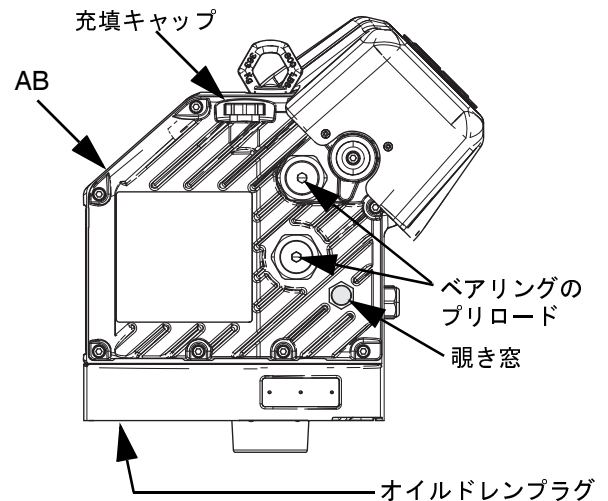

図 32: 覗き窓とオイル充填キャップ
3. オイルドレンプラグを取り外します。ドレンプラグの場所については図 32 を参照してください。ドライバー (AB) からすべてのオイルが排出されるまで待ちます。
以下の図 32 を参照してください。覗き窓のオイルレベル確認は定期的に行ってください。ドライバー (AB) が運転されていない場合、オイルレベルは覗き窓の中間点の近くである必要があります。オイルが少ない場合、充填キャップを開け、Graco 部品番号 16W645 ISO 220 シリコンフリー合成 EP ギアオイルを追加します。